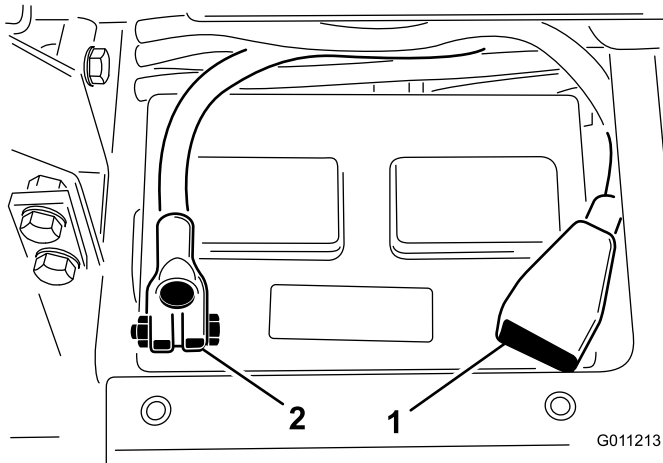

Figure 5
8. Raccordez le câble positif (rouge) de la batterie à la borne positive (+) et le câble négatif (noir) à la borne négative (-) et fixez-les en place avec les vis et les écrous (Figure 5). Assurez-vous que le collier du câble positif (+) est bien engagé sur la borne de la batterie et que le câble est placé tout près de la batterie. Le câble ne doit pas toucher le couvercle de la batterie.